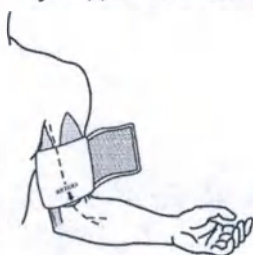

Рис. 8.52: Рекомендуемое размещение — Манжета NIBP
- Поместите манжету NIBP на предплечье пациента, как показано на рис. 8.52, стрелка на манжете соответствует направлению артерии. Манжета должна располагаться на расстоянии примерно 2 см от локтевого сгиба.